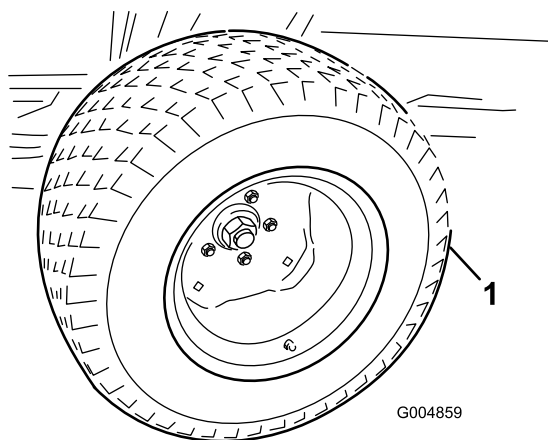

図 109
31. 冬用フレームを後フレームに突き当てた状態でフロアジャッキを上昇させ、夏用の駆動タイヤを取り外す 図 109。